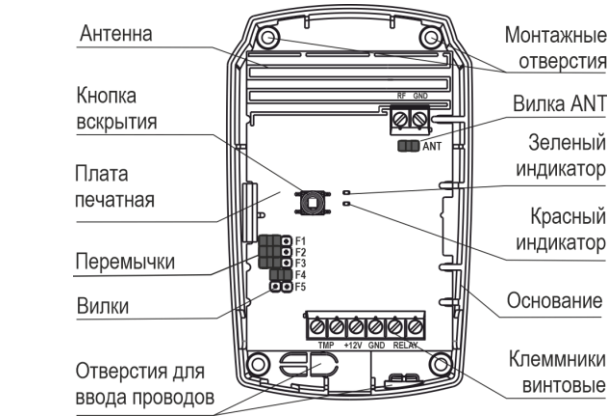

Рисунок 2
**5.1.1** Конструктивно РПУ выполнено в виде блока, состоящего из основания и съемной крышки. Внутри блока смонтирована печатная плата с радиоэлементами и встроенной антенной (рисунок 2).